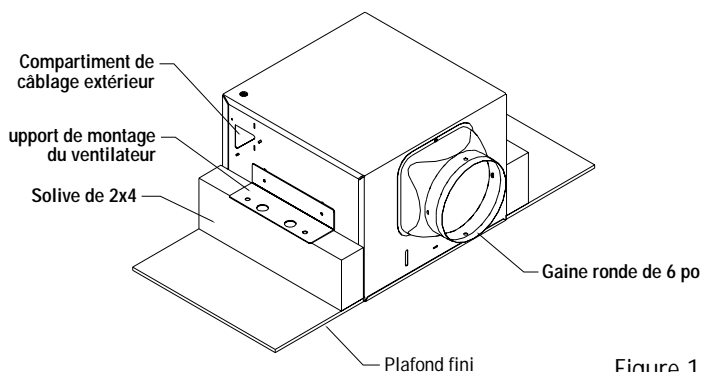
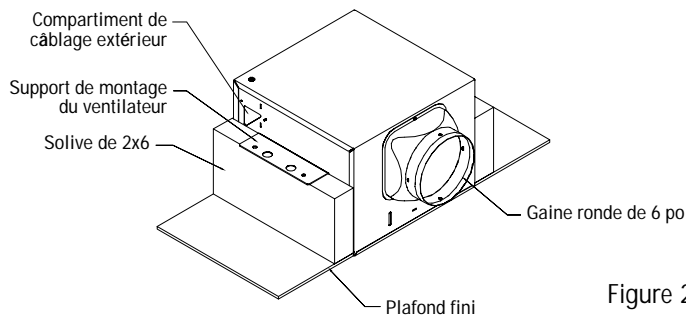
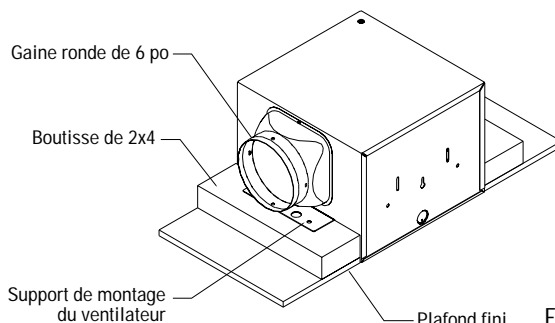

Figure 1
Figure 2
Figure 3
installer et à câbler cet appareil ; vous pouvez accéder au câblage du ventilateur par le compartiment de fils extérieurs, illustré à la fig. 1. Si vous choisissez de câbler à partir de l'intérieur du carter du ventilateur, vous devrez enlever l'ensemble de souffleur du ventilateur et le compartiment de câblage interne. L'ensemble de souffleur est fixé en place par 2 écrous (8-32).
Sélectionnez le meilleur emplacement pour monter le carter au plafond. Ce ventilateur aura besoin au moins d'un dégagement de 10 po dans le plafond ou le mur et se montera à travers un mur sec d'une épaisseur maximale de 3/4 po. Le carter de ventilateur peut être monté entre les solives à 16 po centre sur centre en utilisant deux supports de montage de ventilateur fournis. La figure 1 montre l'installation du carter sur des solives de 2x4 à 16 po centre sur centre. La figure 2 montre l'orientation du support de montage de ventilateur pour le montage sur des solives de 2x6 de 16 po centre sur centre (inversez les supports de montage du ventilateur). La figure 3 montre l'installation à utiliser si vous avez des solives à 24 po centre sur centre ; vous devez installer des boutisses de 2x4 (non fournies) entre les solives, et installer les supports de montage du ventilateur à l'avant et à l'arrière du carter. Avant de découper ou de percer dans un mur
- Déterminez l'orientation de montage (fig. 1, 2 ou 3). Fixez les supports de montage du carter en haut des solives ou des boutisses.